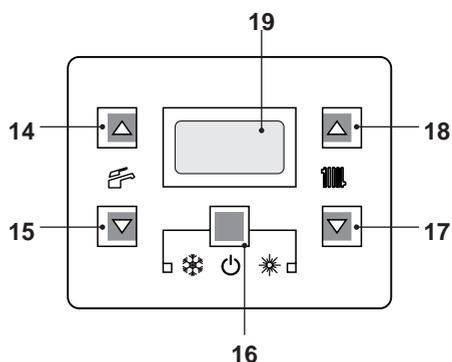
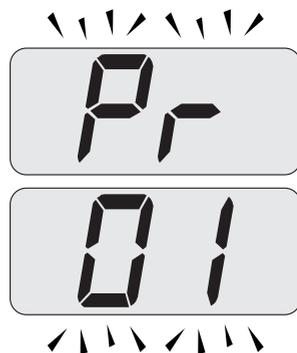
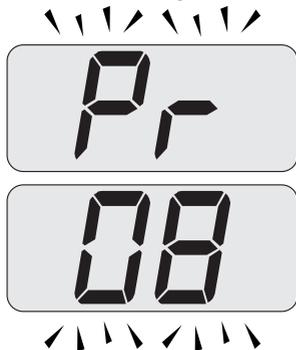

Figura 5.25
Figura 5.26
Figura 5.28
- Entrare in "modalità programmazione" premendo contemporaneamente per 10 secondi i tasti 16 - 17 - 18 (Figura 5.25) fino a far apparire sul display LCD le lettere **Pr** che si alternano con il codice **01**, indicanti l'entrata nel "parametro 01" (Figura 5.26).
- Premere contemporaneamente i tasti 16 e 17 (Figura 5.25) fino a far apparire sul display LCD il valore del parametro 01 (Figura 5.27).
- Premendo il tasto 16 (Figura 5.25) si ottiene la conferma del valore inserito.
- Premendo contemporaneamente i tasti 16 e 17 (Figura 5.25) si esce senza modificare il valore (ritorno alla lista parametri Figura 5.26).
- Premendo contemporaneamente per 10 secondi i tasti 16 - 17 - 18 (Figura 5.25) si esce dalla "modalità programmazione".
- Scorrere i vari parametri utilizzando i tasti 17 o 18 (Figura 5.25) fino a far apparire sul display LCD le lettere **Pr** che si alternano con il codice **08**, indicanti l'entrata nel "parametro 08" (Figura 5.28).
- Premere contemporaneamente i tasti 16 e 18 (Figura 5.25) fino a far apparire sul display LCD il valore del parametro **08 (00=**
- Premendo i tasti 16 e 17 (Figura 5.25) si esce senza modificare il valore.
- Premere i tasti 17 o 18 per scorrere i vari parametri fino a far apparire sul display LCD le lettere **Pr** che si alternano con il codice **01**, premere contemporaneamente i tasti 16 e 18 (Figura 5.25) fino a far apparire sul display LCD il valore del parametro **01** (Figura 5.30).